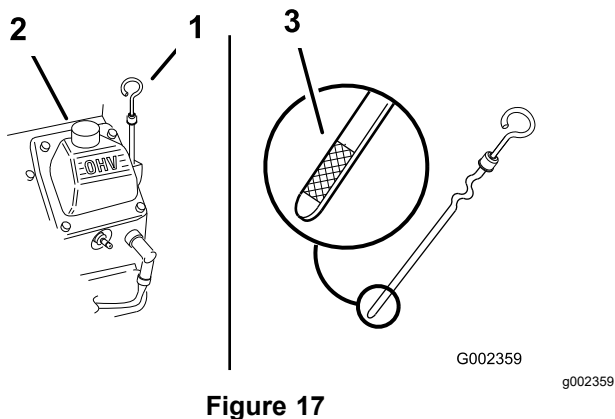

Figure 17
4. Retirez la jauge d'huile et essuyez soigneusement son extrémité (Figure 17).
5. Remettez la jauge au fond du tube de remplissage, mais sans la visser (Figure 17).
6. Versez avec précaution environ 80 % de la quantité d'huile spécifiée dans le goulot de remplissage (Figure 17).